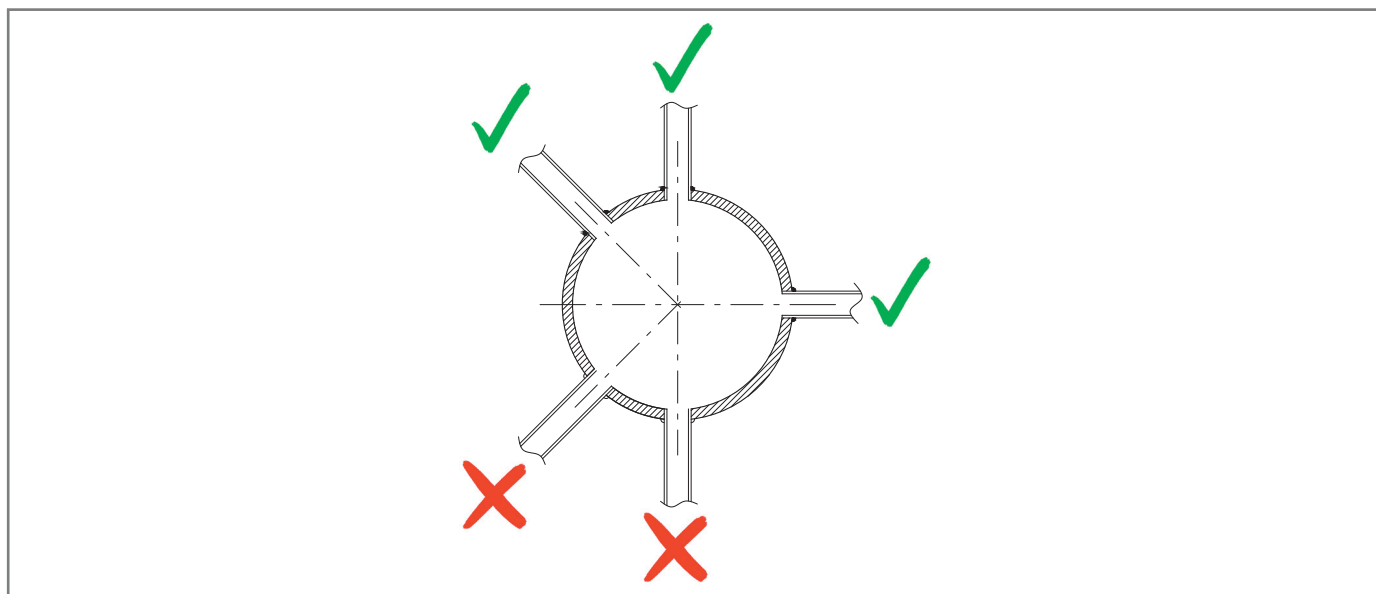

Abb.6.9. Geschweißte Rohrverbindungen
- die Anschlüsse der pneumatischen Verbindung immer oben oder auf der horizontalen Anschlussachse verschweißt sind (siehe Abb.6.9);